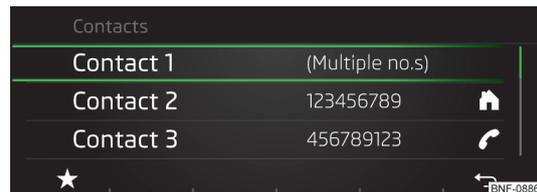

Fig. 113
- ▶ Pulsando la tecla de función » fig. 113 se muestra un menú para guardar los contactos preferidos » pág. 92, *Contactos preferidos (Favoritos)*.